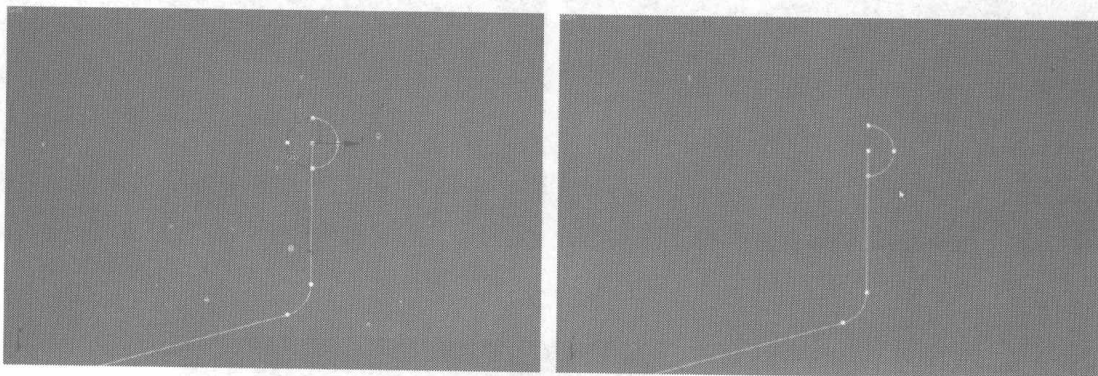
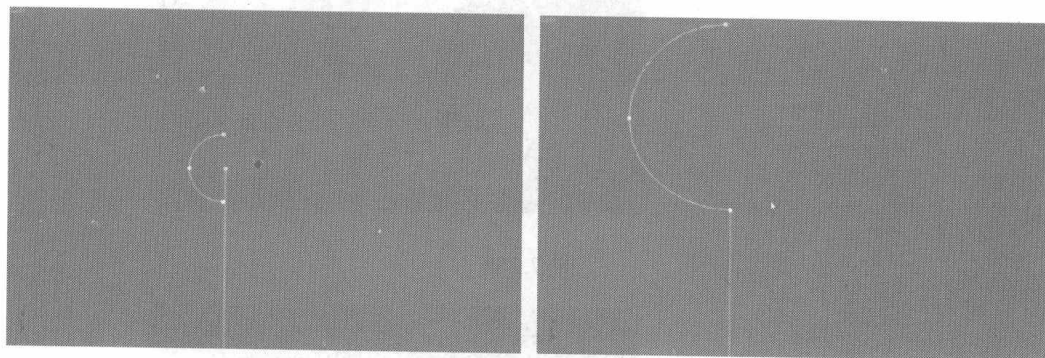

图 7.264
图 7.265
- 27 在  控制面板下，单击 **Geometry** 卷展栏中的 **Attach** 按钮，将圆周与线进行合并。单击 ，选择半个圆周，按 Delete 键删除，如图 7.264 所示。另一侧的圆周也删除半个，然后调整节点的位置，并且单击 **Weld** 按钮，合并节点，如图 7.265 所示。